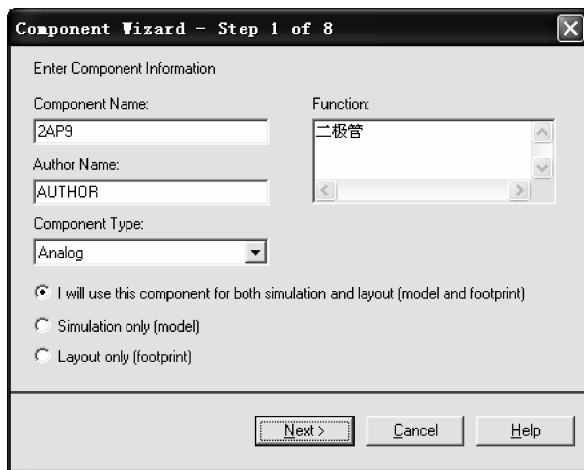

图 3.2.1 元件编辑对话框
(1) 单击设计工具栏中  按钮或执行 Tools→Component Wizard 命令,出现元件编辑对话框,如图 3.2.1 所示。